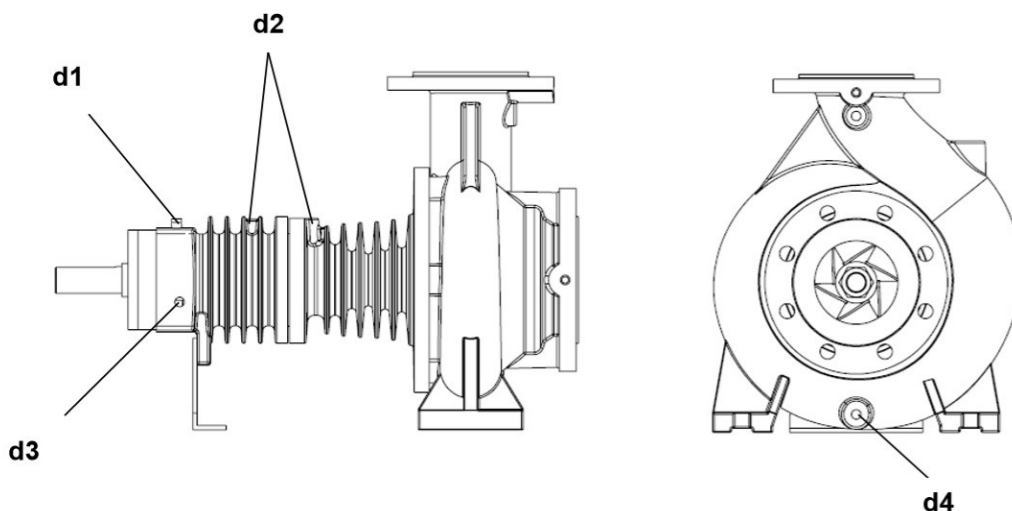

Рис.4
- В каждом насосе есть резьбовые штуцера для подключения разгрузочных трубопроводов к масляной камере (Рис. 4). Масляную камеру можно подключить к сливному резервуару, что позволит слить масло при утечке. Трубопровод следует подключать через предохранительный клапан, с давлением соответствующим максимальному давлению насоса.